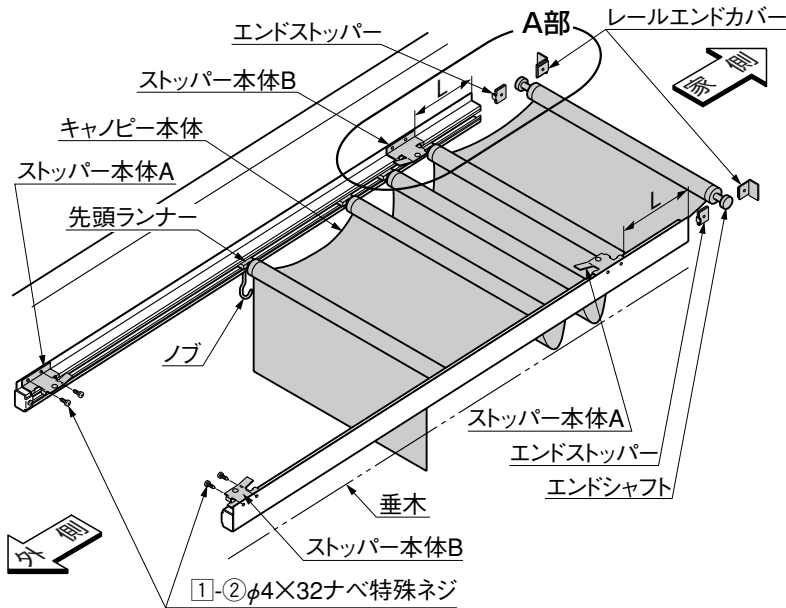

図4-1
① 図4-1のようにレールの家側からキャノピー本体を挿入してください。このとき、先頭ランナーのノブが下になるようにしてください。